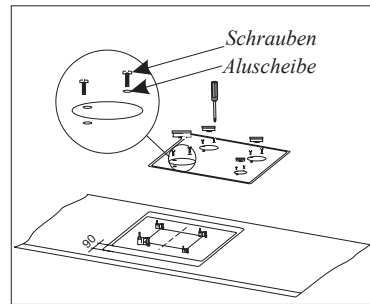

Abb. 5
- Brennerahmen schieben, bis Massenübereinstimmung von 90 mm (Abb. 5) erreicht wird und in dieser Position den Brennerahmen mit Blechschrauben [1] (Abb. 3) in der Paltenöffnung sperren.
- auf den Brennerahmen die Arbeitsplatte hinlegen und mit 8 Blechschrauben mit Unterlagsscheiben M-3 (Abb. 5) an Brenner zuschrauben,